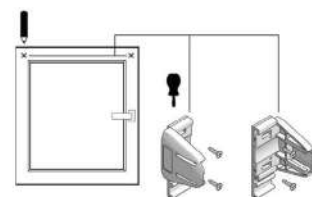

рис. 5
3. Разметить предполагаемые места крепления кронштейнов. Прикрутить кронштейны шурупами так, чтобы выступы у кронштейнов накладных для крепления дополнительного профиля располагались внизу (рис. 5).